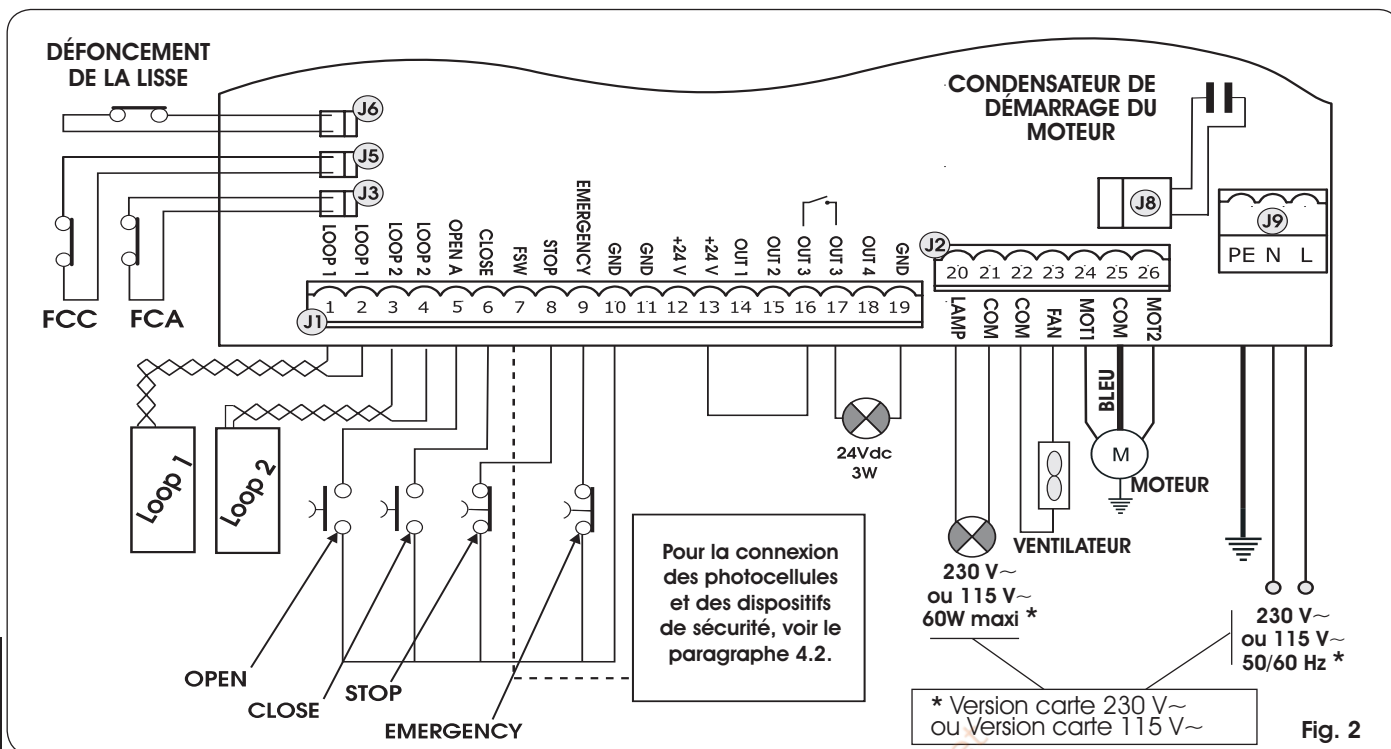

Fig. 2
- Connecter le câble de terre à la borne prévue sur le connecteur J9 de l'armoire (voir fig.2).
4.1. BORNIER J1 - ACCESSOIRES (FIG. 2)
⚠ Pour ne pas compromettre le fonctionnement du système, ne pas dépasser la puissance indiquée dans la fig. 2.
4.4. BORNIER J2 - MOTEUR, LAMPE CLIGNOTANTE ET VENTILATEUR (FIG. 2)
4.5. CONNECTEUR J8 - CONDENSATEUR MOTEUR (FIG. 2)
4.6. BORNIER J9 - ALIMENTATION (FIG. 2)
4.7. CONNECTEURS J3, J5 - EMBROCHAGE RAPIDE DE FIN DE COURSE D'OUVERTURE ET FERMETURE (FIG. 2)
4.8. CONNECTEUR J6 - CAPTEUR DE DÉFONCEMENT DE LA LISSE (FIG. 2)